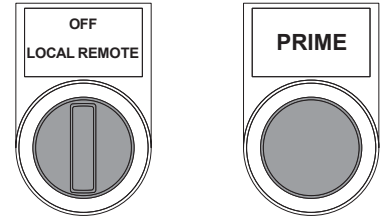

図6 OMM/OLM 制御ボックスの動作モードスイッチ（ローカル／オフ／リモート）とプライムボタン
- ローカル – 製品が稼働している状態です。このモードでは、リモート制御リレーによる操作は無効になります。**ローカルランプ**が点灯します（図6）。